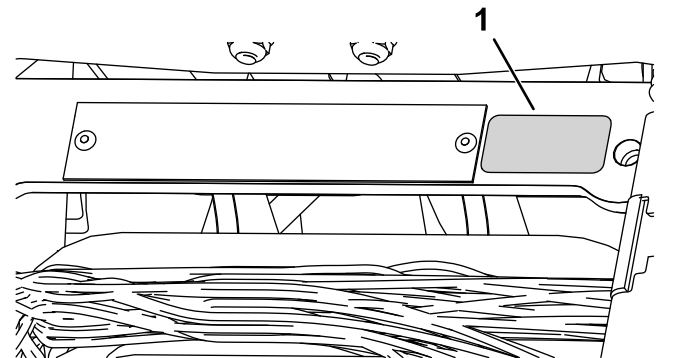

Figure 16
- Appliquez l'autocollant de l'année de production près de la plaque du numéro de série (Figure 16).